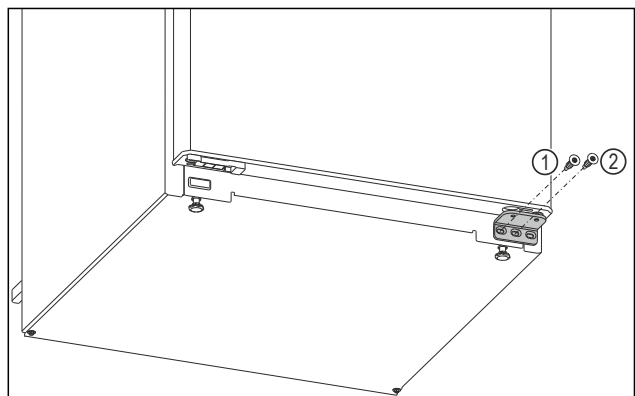

Fig. 4
- ▶ Am unteren Lagerbock die innere Schraube mit Schraubendreher Torx 20 herausdrehen. Fig. 4 (1)
- ▶ Am unteren Lagerbock die mittlere Schraube mit Schraubendreher Torx 20 herausdrehen. Fig. 4 (2)